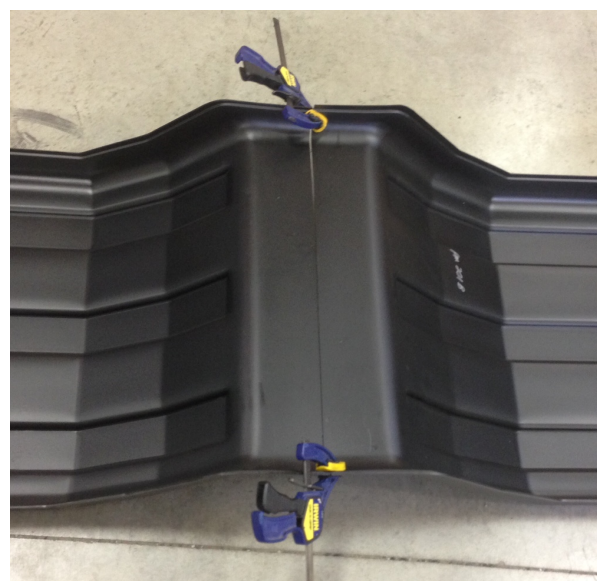

Figure 2
- A. Disposez les ailes et fixez-les ensemble en utilisant des serres-joint (Figure 2). Cela vous aidera à les boulonner plus facilement.